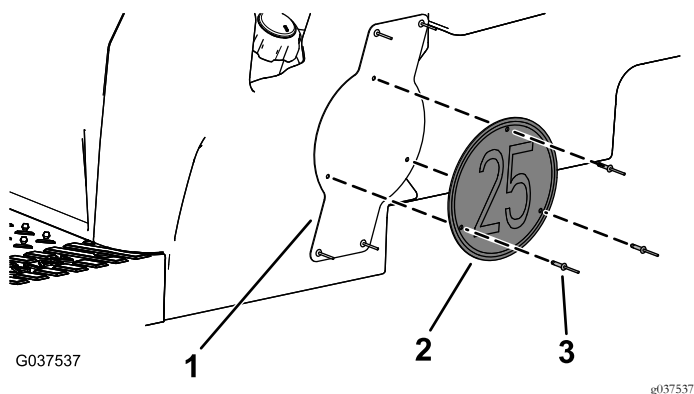

Figura 13
8. Instale a placa de velocidade no suporte de montagem da placa utilizando três rebites cegos (3/16" x 29/32") como se mostra na Figura 13.